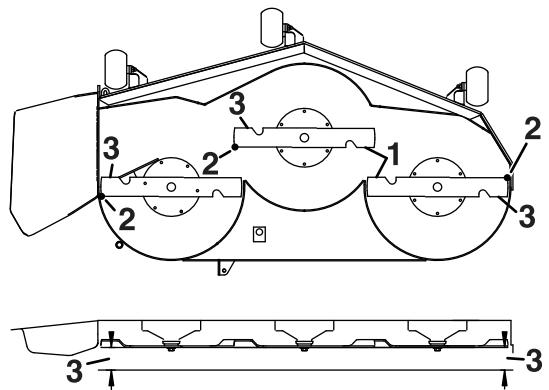

Figura 60
4. Mida entre los bordes de corte exteriores y la superficie plana (Figura 60).